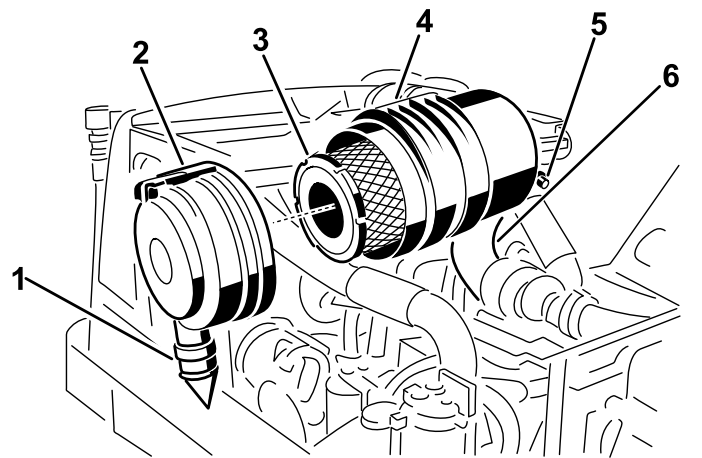

Figura 47
2. Retire el filtro primario (Figura 47).
3. Cambie el filtro primario (Figura 47).
las posiciones de las 5 y las 7, visto desde el extremo – y fije el cierre (Figura 47).